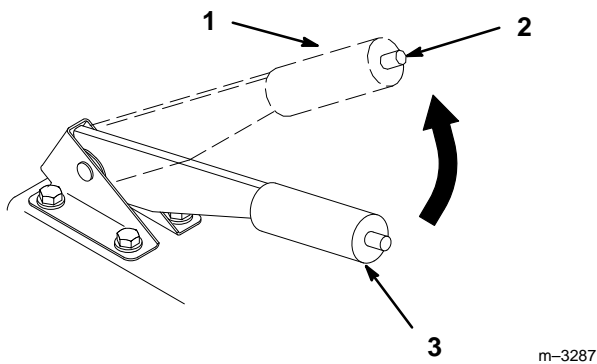

Figure 2
2. Tirer le levier de frein de stationnement vers le haut pour serrer le frein (Fig. 2). Le levier doit rester solidement en position "serré".
1. Enfoncer le bouton et abaisser le levier de frein de stationnement en position "desserré" (Fig. 2).